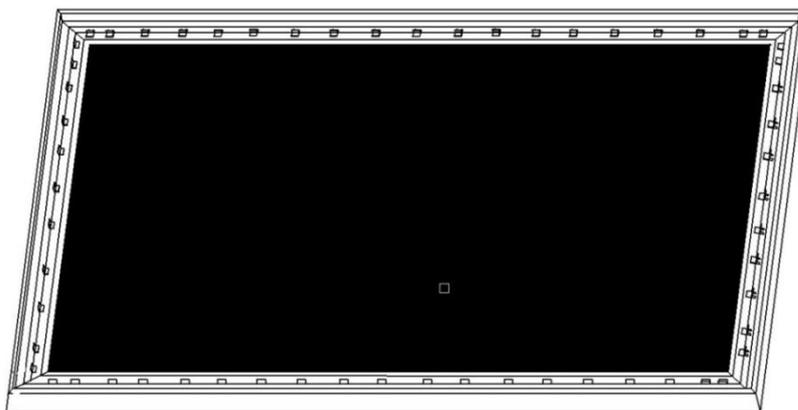

図 11
(6) 空いている位置に残りの固定プレートを取り付けて完成させます(図 11)。